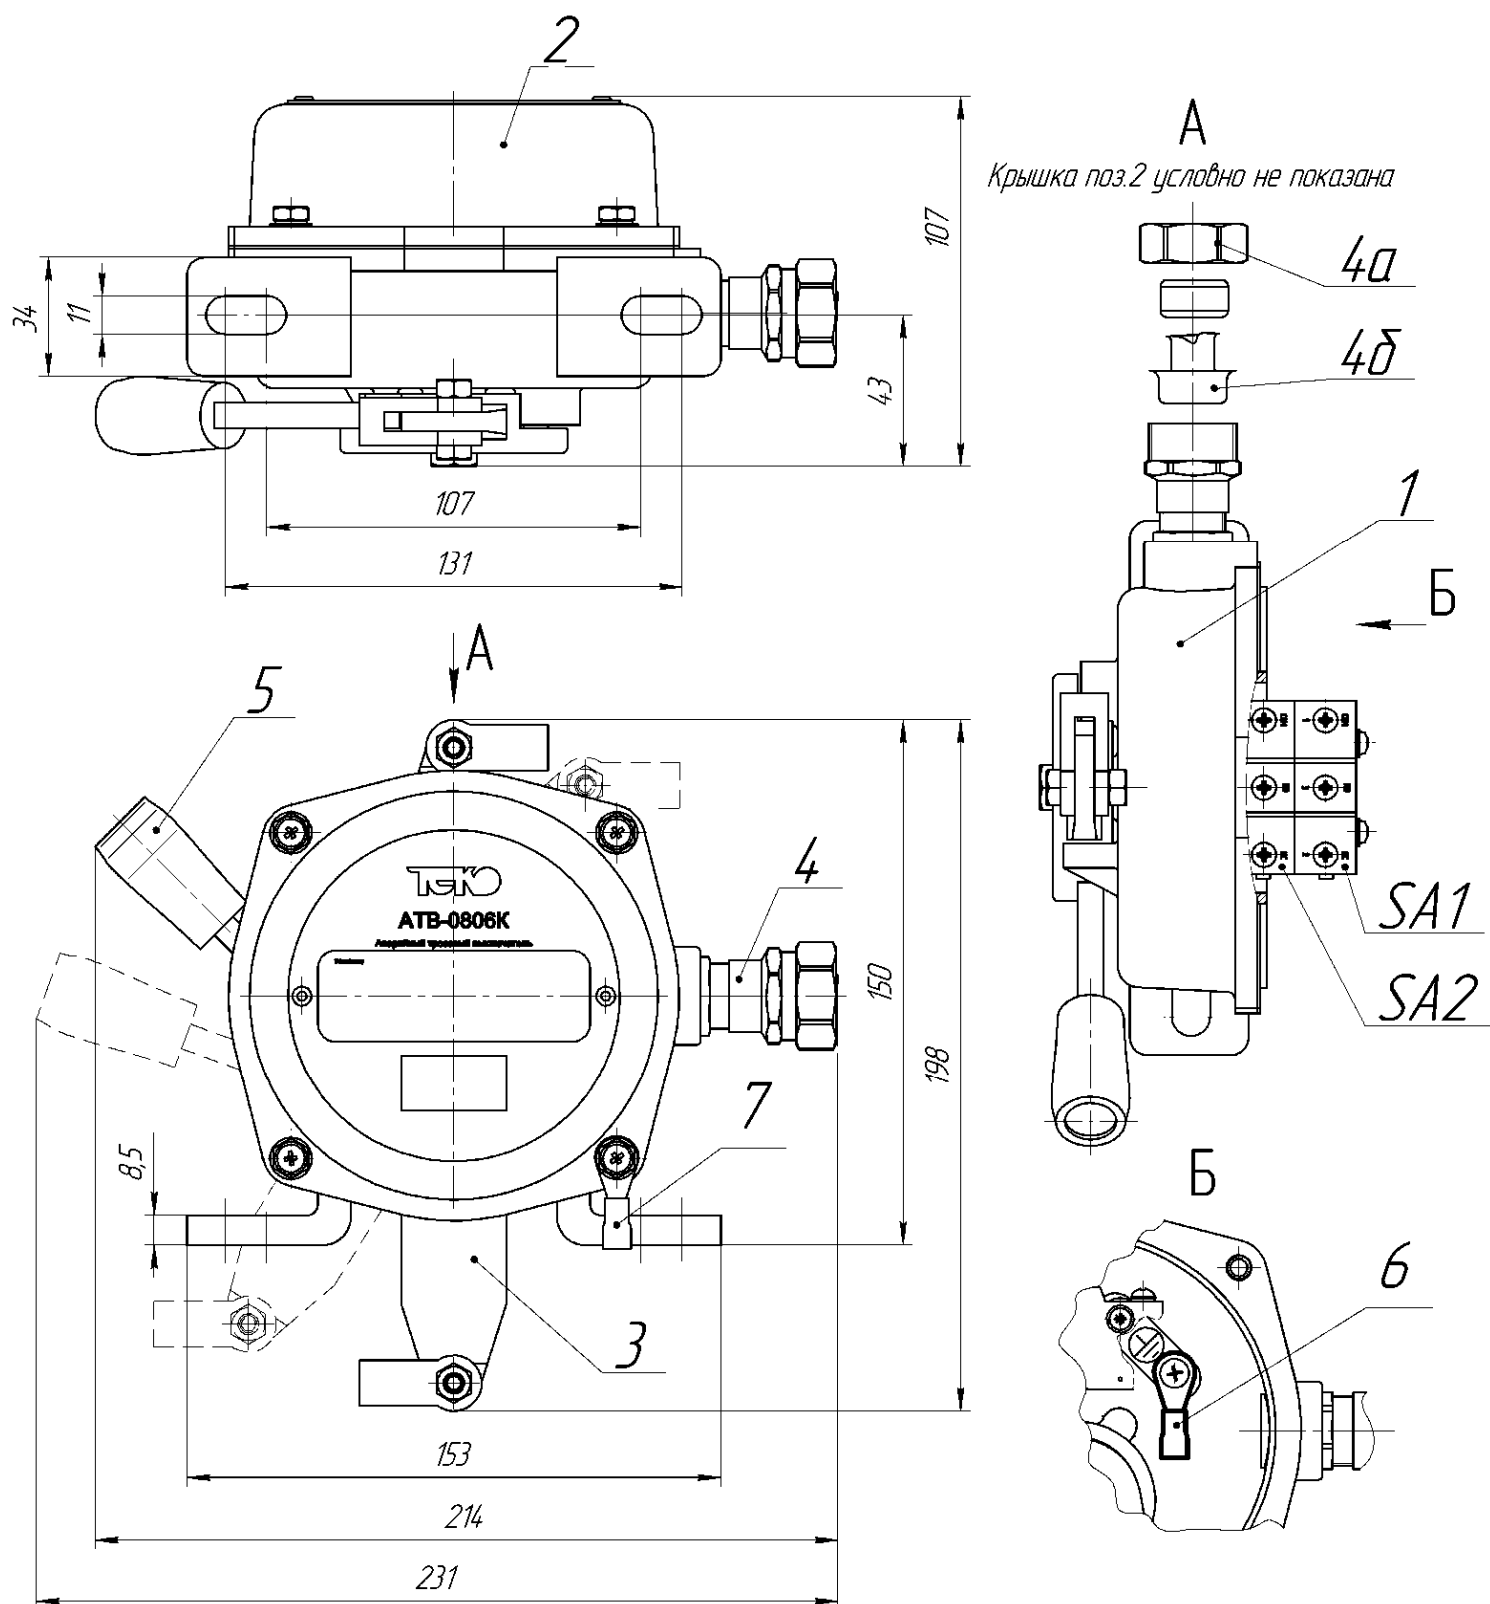

Рис.1 – Габаритный чертеж
6.7.1. Открутить 4 винта крепления крышки, снять крышку поз.2 (Рис.1).
6.7.2. Отвернув накидную гайку гермоввода поз.4а (Рис.1), надеть её на металлорукав.
6.7.3. Оконцеватель металлорукава поз.4б (Рис.1) установить в металлорукав.
6.7.4. Пропустив кабель через отверстие кабельного ввода, подключить провода к контактам 1, 2, 3 клеммника согласно схемы подключения (Рис.3). Заземляющую жилу подключить к наконечнику поз.6 (Рис.1) (в корпусе), наконечник обжать. Не допускать свободного провисания жил кабеля внутри корпуса во избежание препятствию работы механизма АТВ.
6.7.5. Установить металлорукав с оконцевателем в гермоввод; затянуть накидную гайку поз.4а (Рис.1) до плотного обжатия оболочки кабеля.
6.7.6. Установить крышку поз.2 (Рис.1) и закрепить ее четырьмя винтами.
6.7.7 Подключить провод заземления к наконечнику (Рис.1, поз.8) (на крышке), наконечник обжать.
6.8 Для возврата АТВ из состояния «Останов» в состояние «Работа» повернуть рукоятку поз.5 (Рис.1) против часовой стрелки.